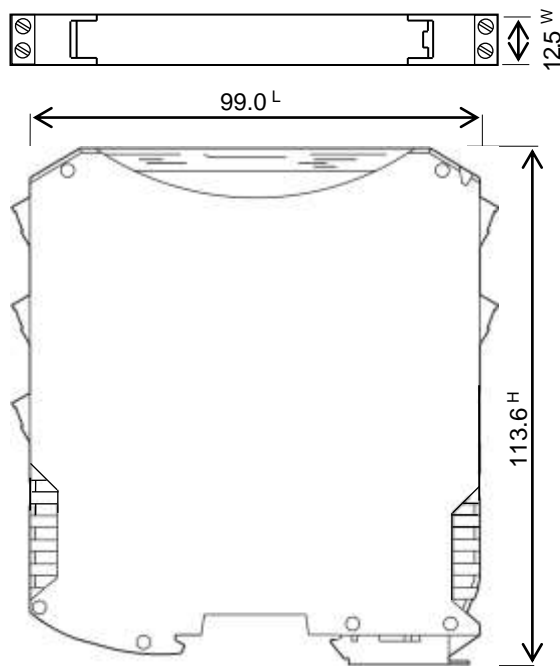

図1 外形寸法図(ねじ端子台)
- (1) 外形寸法 12.5^W × 113.6^H × 118^L mm (端子台を含む) … 端子台を除く外觀・寸法は、図 1 参照
- (2) 保護構造 IP20
- (3) 取付 35 mm DIN レール
- (4) 端子